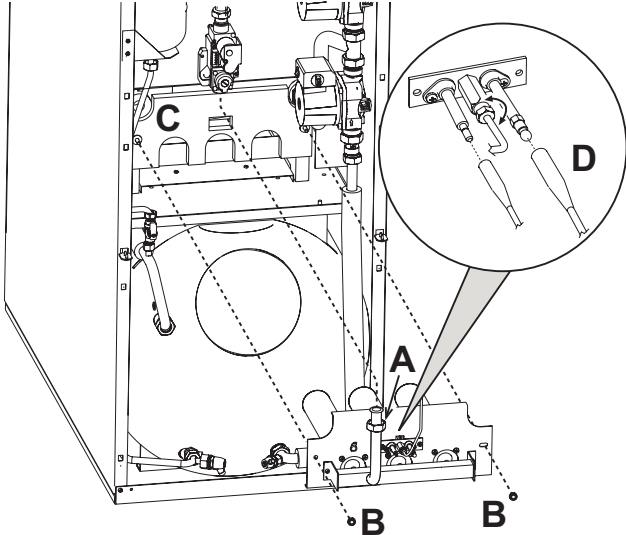

fig. 22 - Demontarea arzătoarelor
- Deșurubați cele două piulițe care fixează ușa camerei de ardere de elementele din fontă ale centralei (fig. 22)